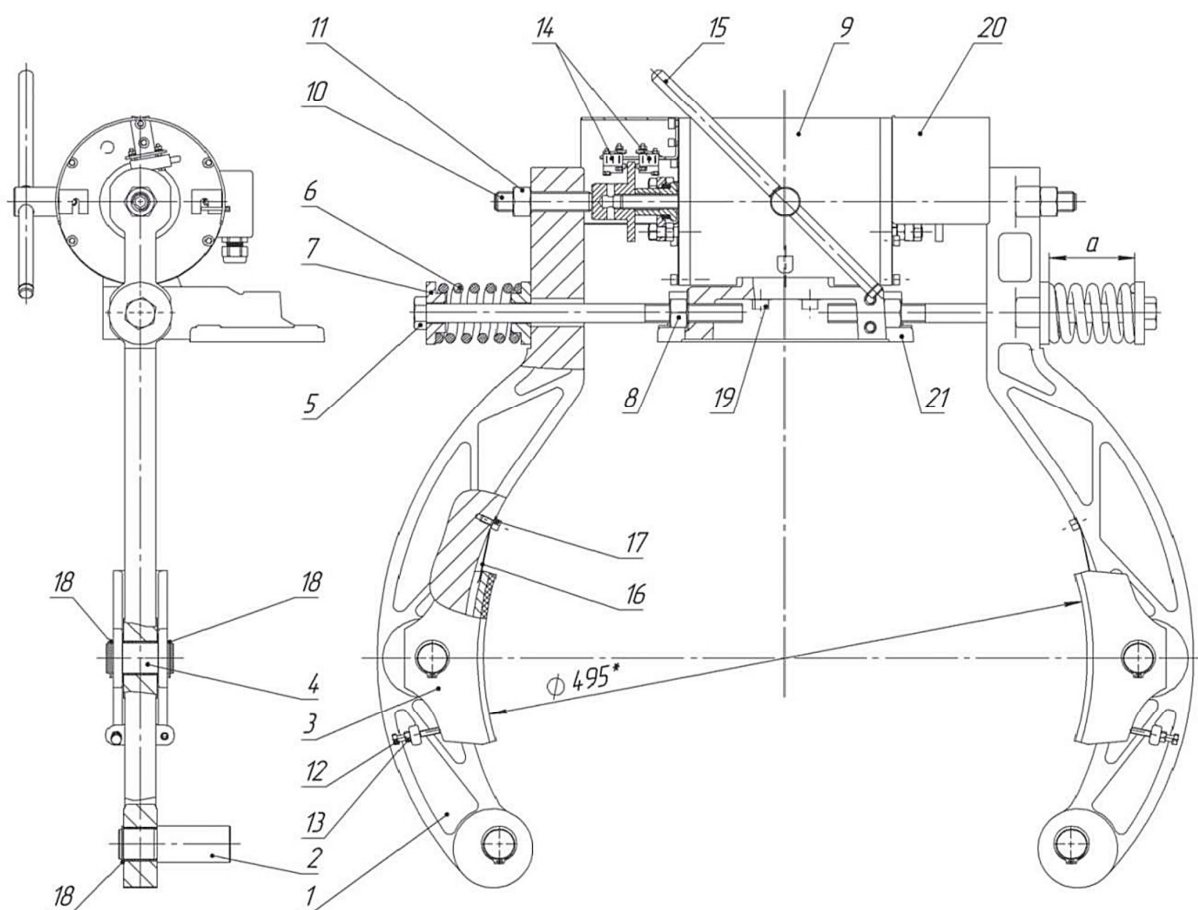

Рис. 3. Колодочный тормоз
Лебедка оборудована автоматически действующим механическим колодочным тормозом нормально-замкнутого типа (Рис.3. Колодочный тормоз), предназначенным для удержания ротора от вращения после остановки лифта.
Электромагнит выталкивающий представляет (9, Рис. 3 Колодочный тормоз) собой двоянный электромагнит, внутри которого два якоря совершают возвратно поступательное движение в противоположных направлениях. Электромагнит устанавливается на кронштейн электромагнита (21), смонтированный на корпусе лебедки, и крепится винтами (19).
При износе колодок (3, рис.3) больше 0,4...0,6 мм переключатель (5) замыкает контакты микровыключателя (2), подается команда на отключение лебедки. После этого необходимо заменить колодки, отрегулировать тормоз и настроить данную систему заново.